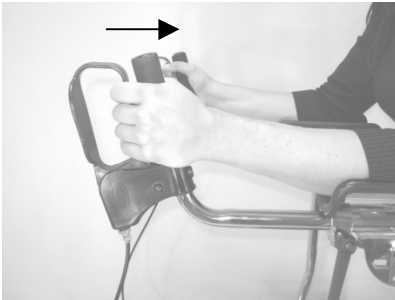

Abb. 8
- Bremsen: Ziehen Sie beide Bremshebel gleichmäßig und langsam heran (Abb.8)